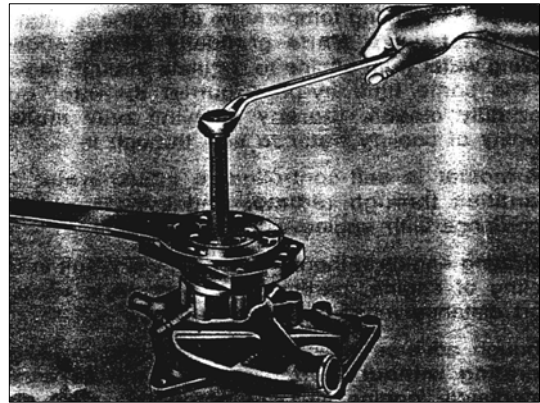

РИС. 147
- 2) Снимите ступицу из вала водяного насоса (рис. 147).